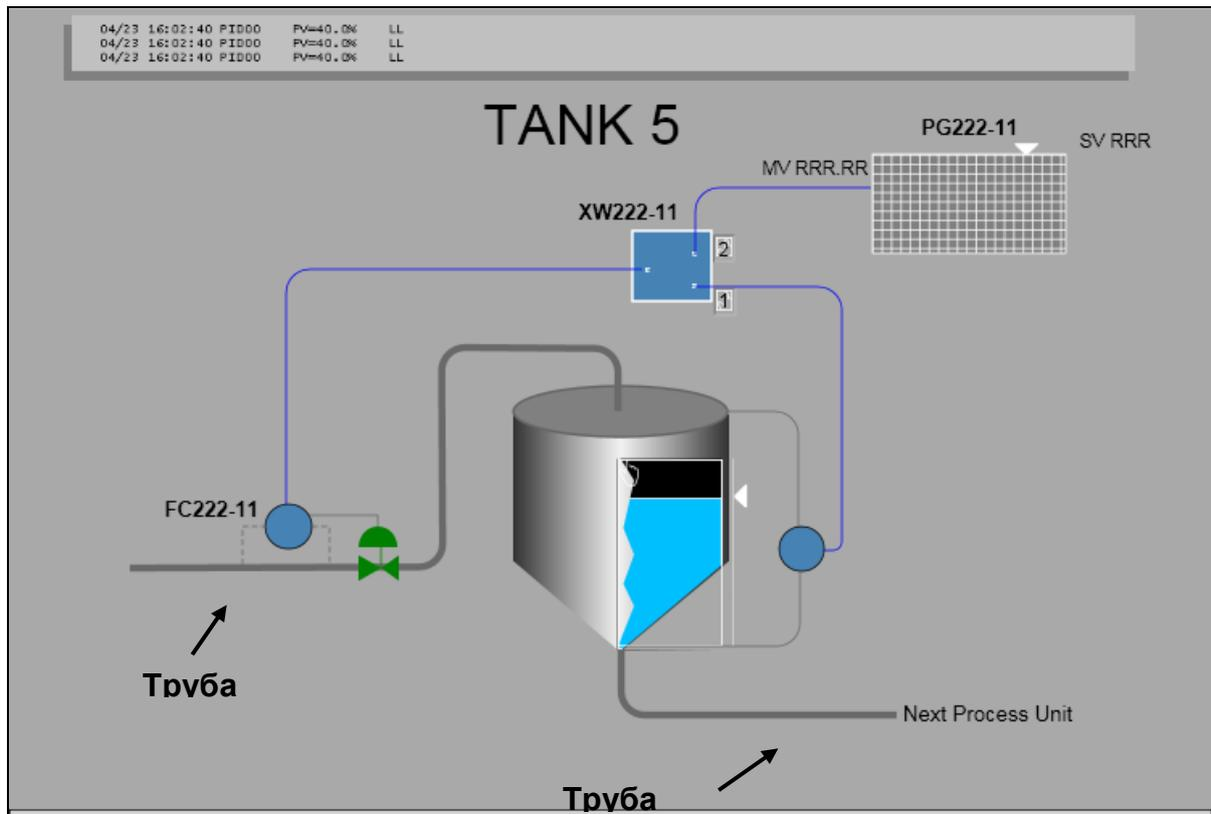

Рисунок 7.7
2. Используя Рисунок 7.7 в качестве руководства, щелкните на левой стороне построителя для начала процесса построения трубы, и, удерживая левую клавишу мыши, перемещайте указатель поперек графического окна. Щелкните там, где нужно изменить направление трубы; дважды щелкните для того, чтобы закончить ломаную линию на вершине бака.